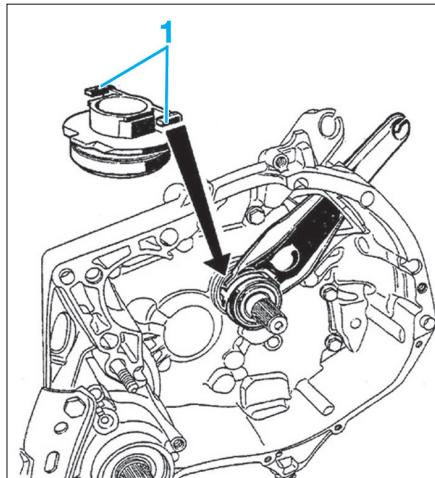

Fig. 2
- Placer les encoches (1) de la butée sur la fourchette (Fig. 2).